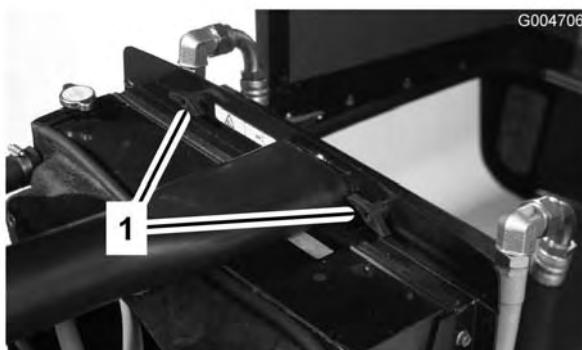

Figura 62
- Togliete le manopole (Figura 62) che fissano il radiatore dell'olio al telaio.